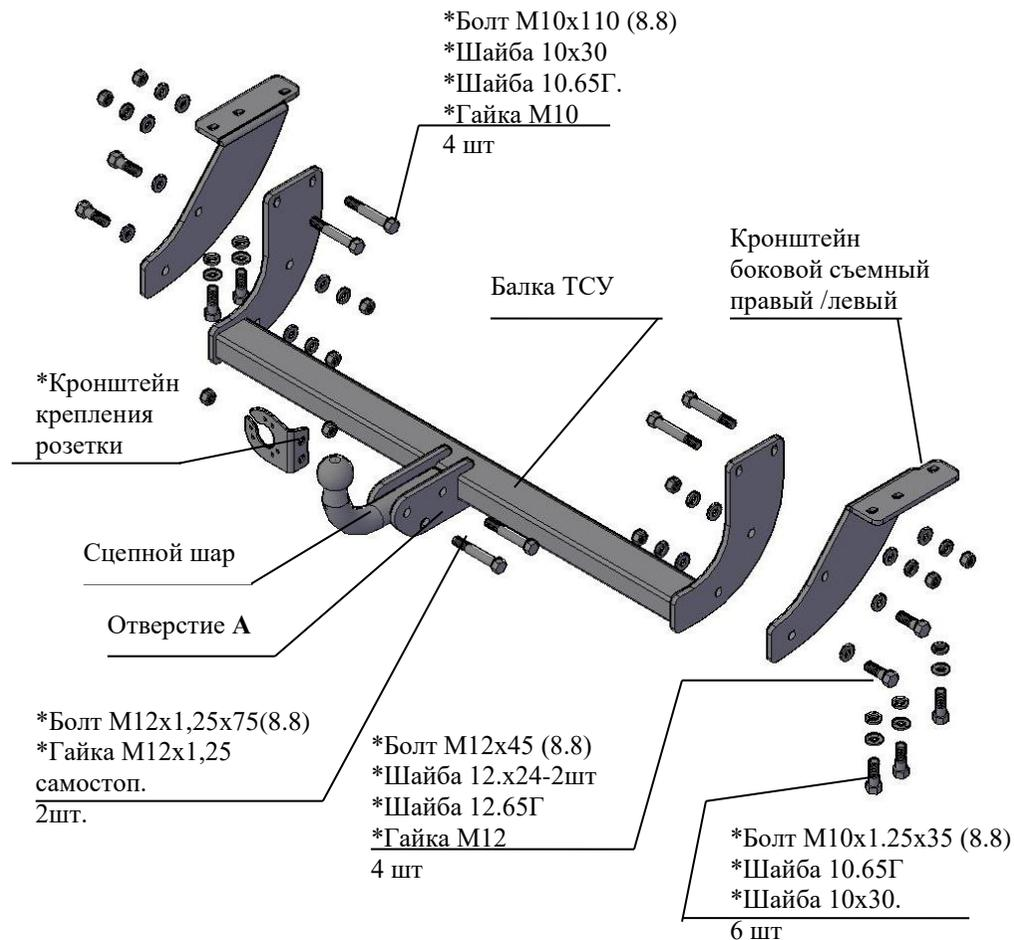

Рис.1 Тягово-сцепное устройство 7160
2.1 ТСУ 7160 в сборе (рис.1)	1 шт.
2.2 Пакет с комплектующими (см. рис.1)+защитный колпак	1 шт+1 шт.
- 4.3 Закрепить съемные боковые кронштейны (правый и левый соответственно рис.1) к нижним полкам лонжеронов болтами М10х1.25х35